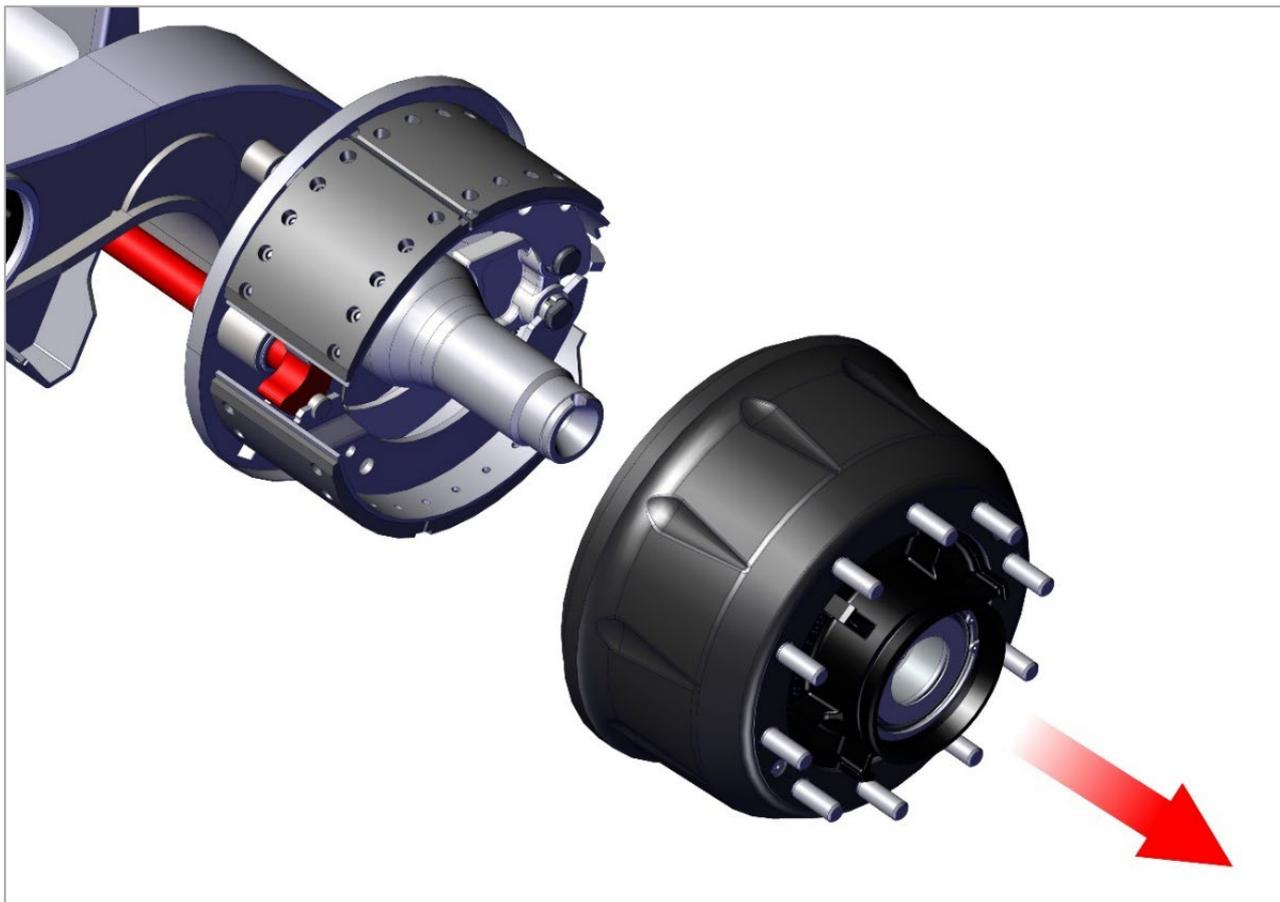

Рис. 37. Снятие сборочного узла ступицы и барабана
4) Извлеките сборочный узел ступицы и барабана. Категорически запрещается снимать барабан, не сняв предварительно колесо (рис. 37);